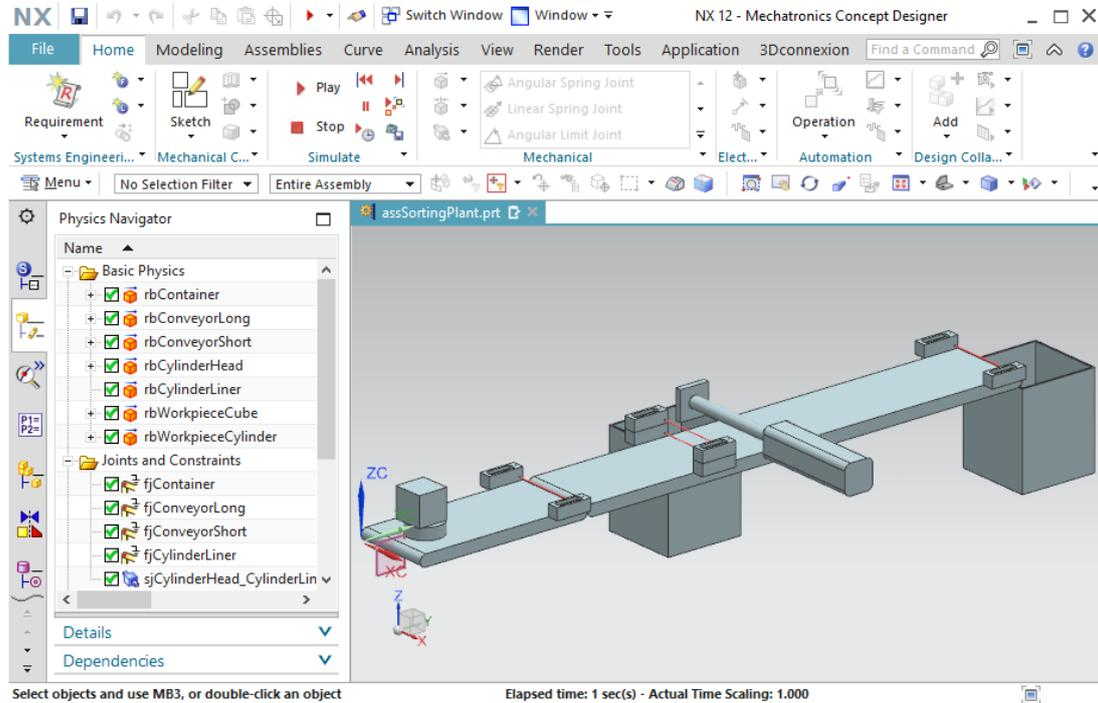

Figure 39 : Simulation du premier régulateur de position de l'éjecteur
- Lancez une simulation. Vous trouverez une description détaillée au Chapitre 7.1, "**Section : Démarrage et arrêt d'une simulation dans MCD**". Vous pouvez voir que la tête de l'éjecteur est entièrement sortie (voir Figure 39). Pour la rentrer, vous devez créer un régulateur de position supplémentaire.